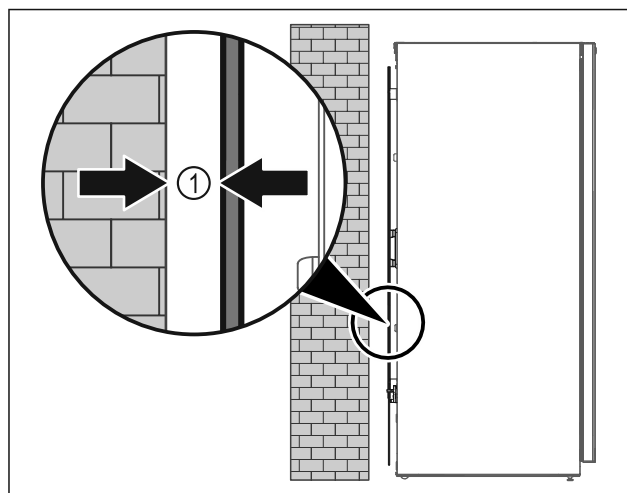

Fig. 7
- Opstil apparatet enten frit i rummet eller direkte på en væg med en mindstefaststand på 5 mm Fig. 7 (1).